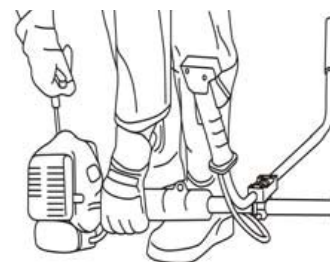

Fig.17
5. Segure o roçador com firmeza com a mão à volta do tubo perto do motor, e ao mesmo tempo puxe com força a corda de arranque. Fig. 17.